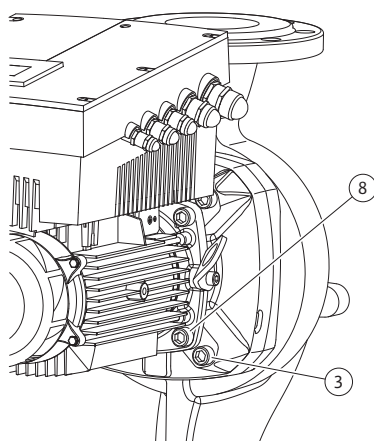

Fig. 50: Opcjonalne mocowanie głowicy silnika
11. Odkręcić i usunąć śruby (rys. 7, poz. 3). W zależności od typu pompy dotyczy to śrub zewnętrznych (rys. 50, poz. 3). Głowica silnika (patrz rys. 13) nawet po usunięciu śrub pozostaje bezpiecznie zamocowana w korpusie pompy, również przy poziomym położeniu wału silnika nie ma niebezpieczeństwa przewrócenia.
16. W zależności od typu pompy poluzować śruby (rys. 7, poz. 10) lub alternatywnie śruby (rys. 50, poz. 8).
22. Ostrożnie wsunąć latarnię na wał i ustawić w poprzedniej lub w innej pozycji pod kątem w stosunku do kołnierza silnika. Przestrzegać przy tym dopuszczalnych pozycji montażowych poszczególnych elementów (patrz rozdział 7.1 „Dozwolone pozycje montażowe i zmiana rozmieszczenia elementów przed instalacją” na stronie 142). Zamocować latarnię śrubami (rys. 7, poz. 10) **albo** – w przypadku typów pomp/typów latarni wg (rys. 50) – śrubami (rys. 50, poz. 8) na kołnierzu silnika.